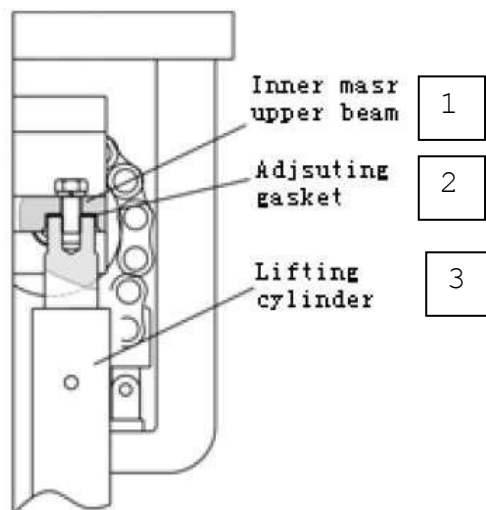

Рис. 8.3:
3.8.5.1. Регулировка цилиндра подъема (см. Рис. 8.3).